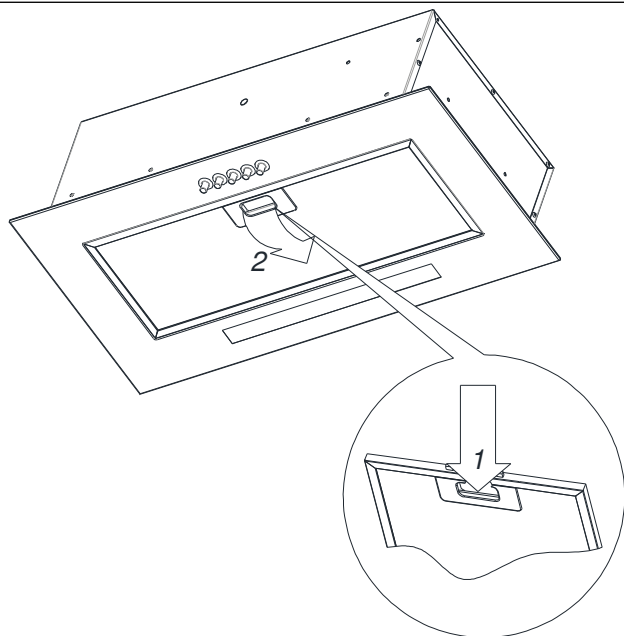

Fig. 5 Demontage van het aluminium anti-vetfilter
2. Verwijder de aluminium anti-vetfilters (Fig. 5).
De afzuigkap is voorzien van een aluminium filter om kookvetdeeltjes op te vangen. Het filter wordt verwijderd door de vergrendelingen in de richting van de pijlen te schuiven (Fig. 5). Het filter moet handmatig worden gewassen door het gedurende 15 minuten in water met afwasmiddel van 40-50°C. Begin na 15 minuten met wassen en spoel het filter vervolgens grondig uit. Het filter kan ook in de vaatwasser worden gewassen. Het wordt aanbevolen om vaatwastabletten te gebruiken die voor het wassen van aluminium kunnen worden gebruikt. Gebruik geen sterke reinigingsmiddelen. Het filter kan tijdens het wassen verkleuren, wat de filtereigenschappen niet aantast. Het filter moet droog zijn voordat het weer in de afzuigkap wordt geplaatst. De oorzaak van filterverkleuring zijn in de meeste gevallen chemicaliën van slechte kwaliteit die tijdens het wasproces in vaatwassers worden gebruikt. Ze kunnen een schadelijk effect op het aluminium hebben waaruit aluminium filters zijn gemaakt, en zelfs geanodiseerd. Ze tasten alleen de verkleuring van het oppervlak aan, maar de werking van het filter zelf blijft ongewijzigd. De fabrikant van aluminium filters raadt aan om de filters handmatig wassen. In het geval van wassen in vaatwassers, raadt hij aan om alleen middelen te gebruiken die in de instructies aangeven dat het een product voor het wassen van aluminium is bedoeld. Het filter moet minstens om de 35 uur werking van de afzuigkap worden gereinigd.